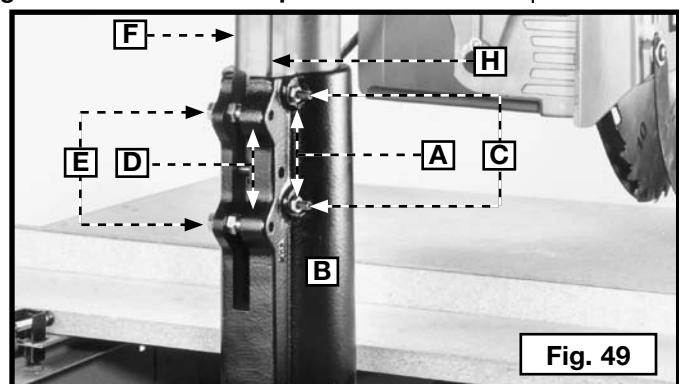
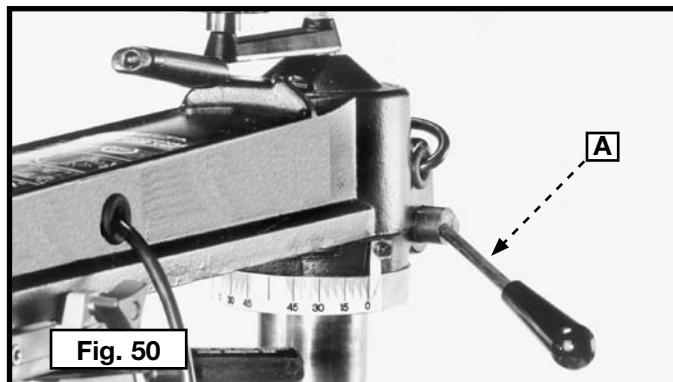
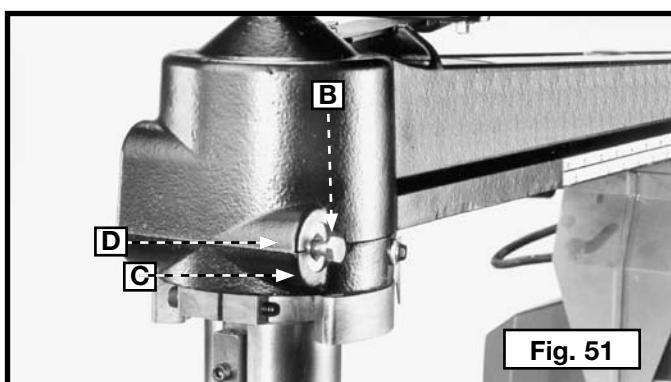

Fig. 49
Fig. 50
Fig. 51
1. Afloje las tuercas hexagonales (A) Fig. 49 y los tornillos de ajuste de la contra chaveta (C).
2. Afloje las tuercas hexagonales (D) y gire los tornillos (E) hasta que la base de la columna se enrolle firmemente alrededor de la columna y se pueda elevar o bajar sin quedar atada. Ajuste las tuercas hexagonales (D) contra la base de la columna.
3. Ajuste la contra chaveta y los tornillos de ajuste (C) contra la contra chaveta (H) hasta que se elimine toda la holgura de lado a lado. Ajuste las tuercas hexagonales (A) contra la base de la columna.
Para volver a posicionar el mango de sujeci n del brazo gu a (A) Fig. 50 cuando este no queda fijado (asegurado) en una posici n conveniente:
1. Afloje y retire la palanca de sujeci n del brazo gu a (A) Fig. 50. Empuje el perno hexagonal (B) Fig. 51 hacia atr s a trav s del agujero, hasta que la cabeza del perno salga del buje embutido (C).
2. Gire el perno hexagonal (B) Fig. 51 en la direcci n deseada.
3. Empuje el perno hexagonal (B) Fig. 49 hacia atr s a trav s del agujero. Verifique si la cabeza del perno hexagonal est  asentada correctamente en el buje embutido (C). Ensamble la palanca de sujeci n del brazo gu a.
**AVISO:** si la palanca de sujeci n del brazo gu a (A) Fig. 49 se ajusta antes de aproximadamente cuatro giros, los bujes de sujeci n (uno de los cuales se muestra en (C) Fig. 51) pueden haber girado. Estos bujes se deben asentar completamente dentro de la gu a (D). De no hacerlo, afloje ligeramente la palanca de sujeci n (A) Fig. 51 y gire el buje de sujeci n (C) Fig. 49 hasta que se asiente. Verifique si tambi n necesita girar el buje del lado de la palanca de sujeci n.
**AVISO:** La palanca de sujeci n (A) Fig. 50 se deslizar  a una de las dos posiciones. Si, despu s del ajuste, la palanca de sujeci n (A) se ajusta a 180  de donde se lo desea, lentamente desatornille la palanca de sujeci n (A) mientras sujet  el perno hexagonal (B). Cuando la palanca de sujeci n (A) se sale del perno hexagonal (B), gire la palanca de sujeci n (A) a unos 180 . Deslice la palanca de sujeci n.